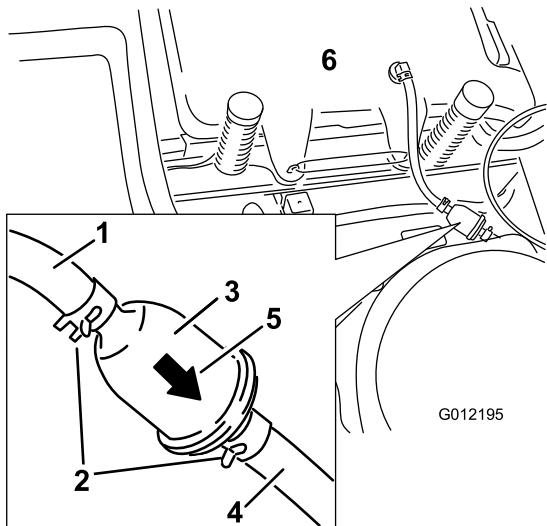

Figure 36
4. Pincez les extrémités des colliers et faites glisser ceux-ci pour les éloigner du filtre (Figure 36).
6. Montez un filtre neuf en veillant à pointer la flèche indiquant le sens d'écoulement vers le moteur. Rapprochez les colliers de flexibles du filtre (Figure 36) pour le fixer en place.